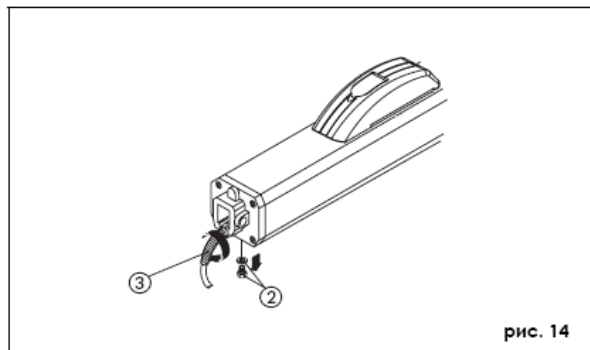

рис. 14
13) Наденьте на кабель питания втулку защиты от перегибания (рис. 14, поз. 3).
- Выкрутите и сохраните винт дыхательного отверстия (рис. 14, поз. 2).